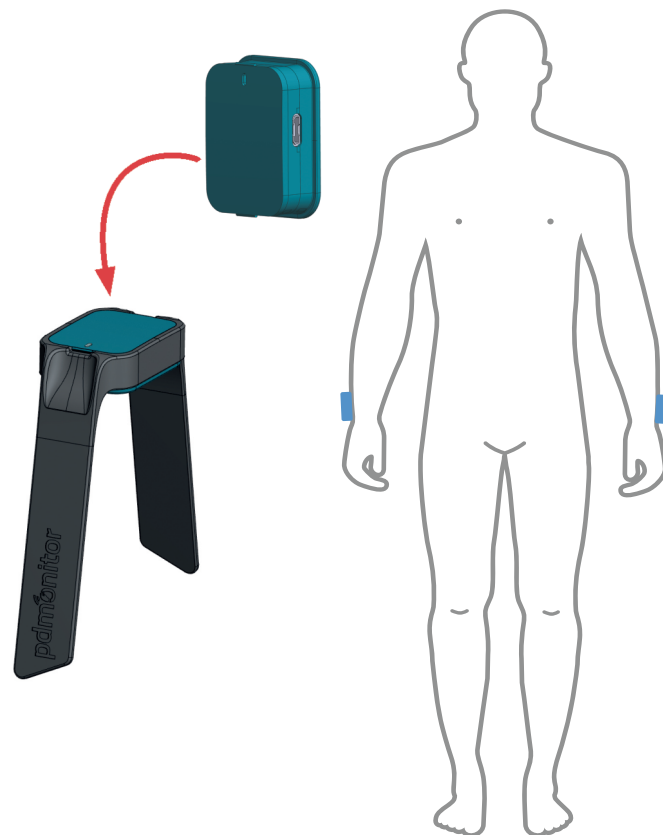

Figure 12: Dispositifs de suivi PDMonitor® sur les poignets
- Positionnez les deux dispositifs de suivi sur chacun de vos poignets en utilisant les bracelets appropriés comme illustré par la Figure 12